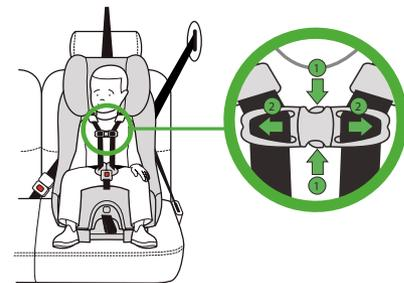

Figure 91
Dégagez l'attache de poitrine en pressant ensemble les onglets de déverrouillage (1) et en séparant la boucle de poitrine (2), tel qu'illustré dans la **Figure 91**.